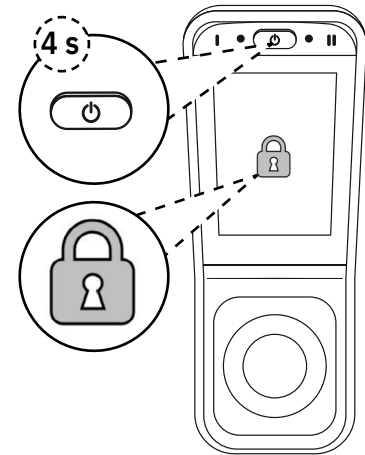

Abb. 5.13. Tastensperre auf der LiNX REM400.
2. Um die Tastensperre zu deaktivieren, betätigen Sie den Hauptschalter und warten Sie, bis das Vorhängeschloss auf dem Display angezeigt wird, siehe Abb. 5.13. Drücken Sie innerhalb von 10 Sekunden auf das Vorhängeschloss und halten Sie das Symbol gedrückt, bis die Fahr- oder Sitzfunktion angezeigt wird.